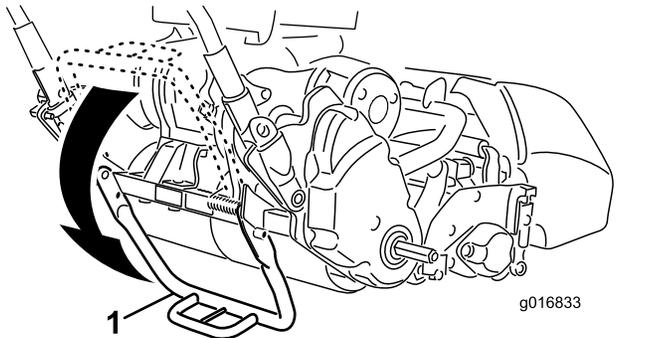

Figura 9
1. Empurre o apoio para baixo com o pé **no centro do apoio** e puxe a pega central inferior da máquina para cima até que o apoio tenha rodado para a frente, sobre o centro (**Figura 9**).